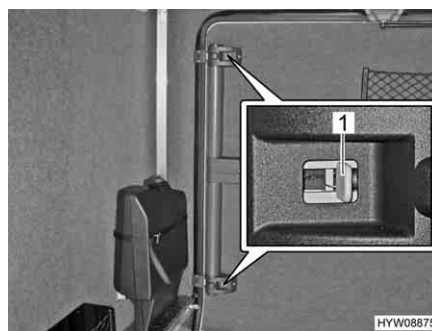

Fig. 60 Porta del garage, sbloccaggio di emergenza dall'interno
- Spingere i cursori grigi (Fig. 60,1) presenti sulla chiusura superiore e inferiore verso il centro della porta.